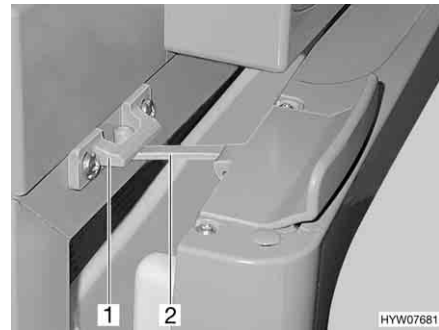

Fig. 156 Porta del frigorifero in posizione di ricircolo d'aria (Thetford)
- Aprire il bloccaggio (Fig. 156,2) e innestarlo nella sede di bloccaggio (Fig. 156,1). In questo modo la porta del frigorifero rimane ferma in posizione socchiusa.